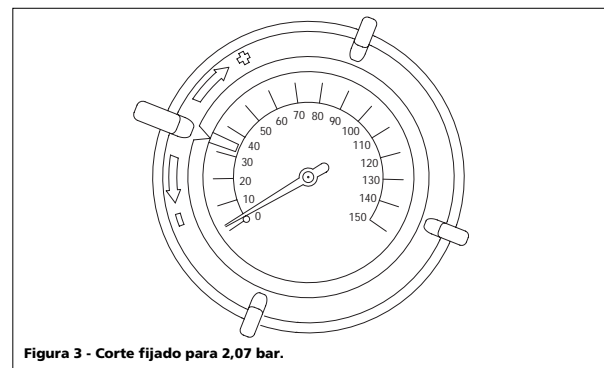

Figura 3 - Corte fijado para 2,07 bar.
- Ajuste el manómetro de corte automático girando el anillo que se encuentra en el mismo hasta que el borde inferior del puntero se encuentre justo encima de la presión deseada (vea la Figura 3).